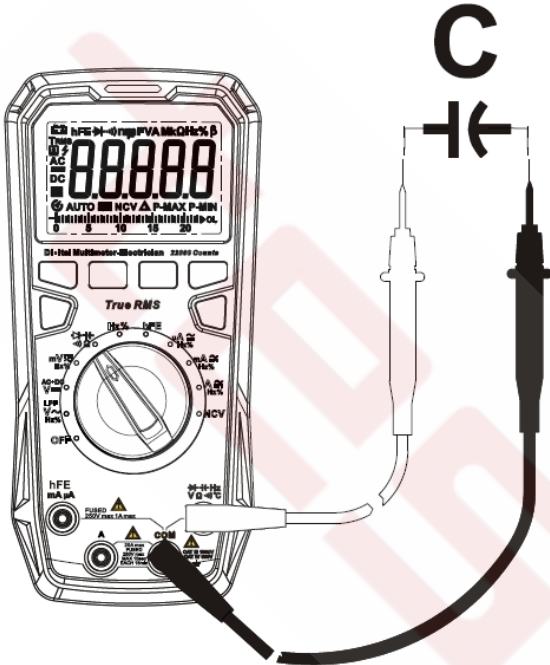

Рисунок 11
8.8. Измерение емкости (см. рисунок 11)